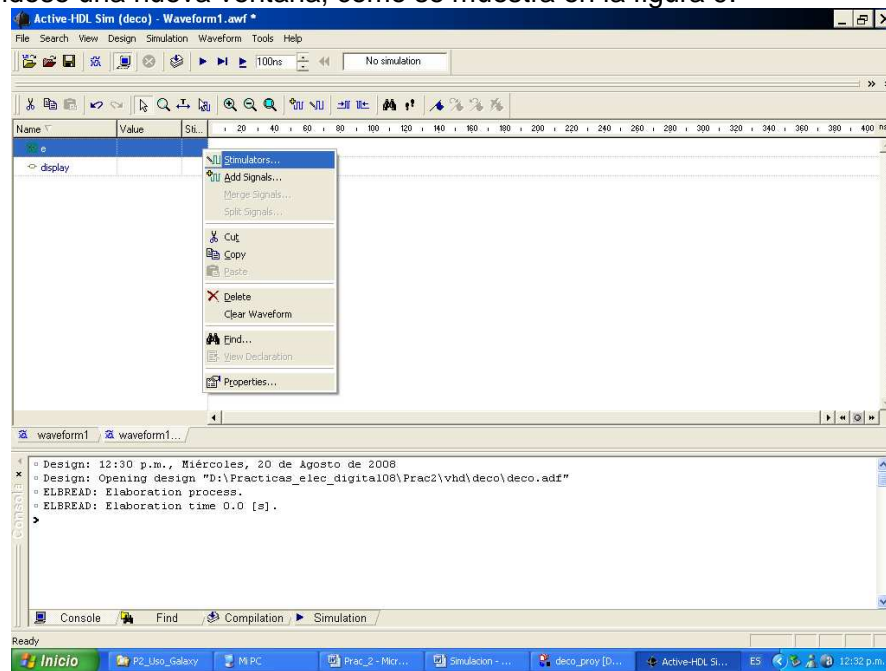
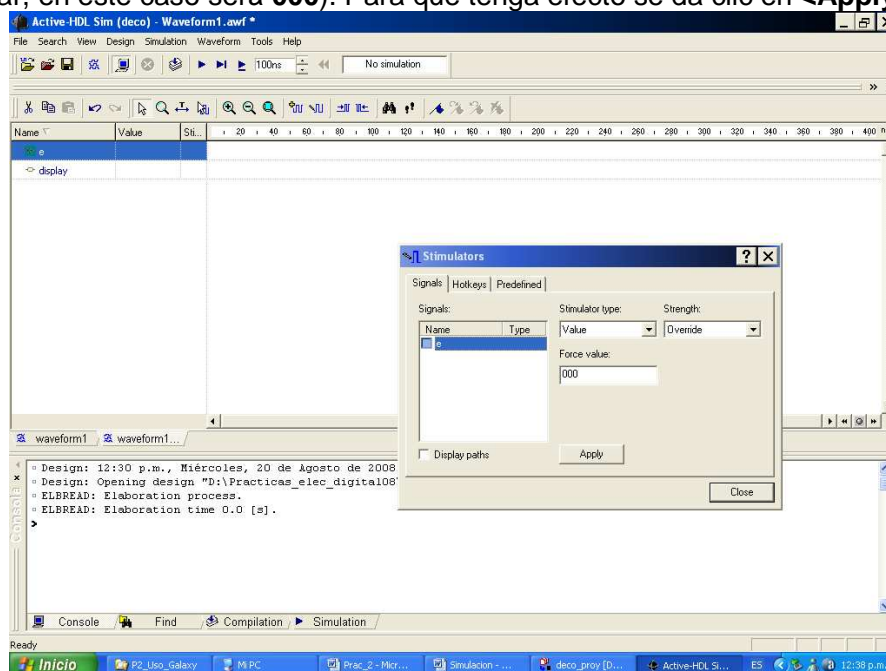

Figura 8.
Figura 9.
11. En este caso se selecciona la entrada **e** y las salidas **display**. En el caso de la entrada e es necesario asignar valores para su simulación. Esto se hace dando clic con el botón derecho, sobre la señal **e** como se muestra en la figura 8. Al hacer eso se abre una pequeña “ventana” y se da clic en **Stimulators...**, abriéndose una nueva ventana, como se muestra en la figura 9.